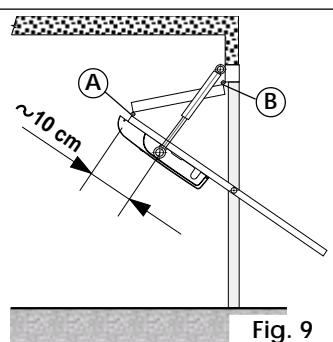

Fig. 9
- ① a telo unico debordante
- ② a telo snodato debordante
- ③ a telo unico non debordante con guide orizzontali
• basculante a telo snodato (Fig. 9)